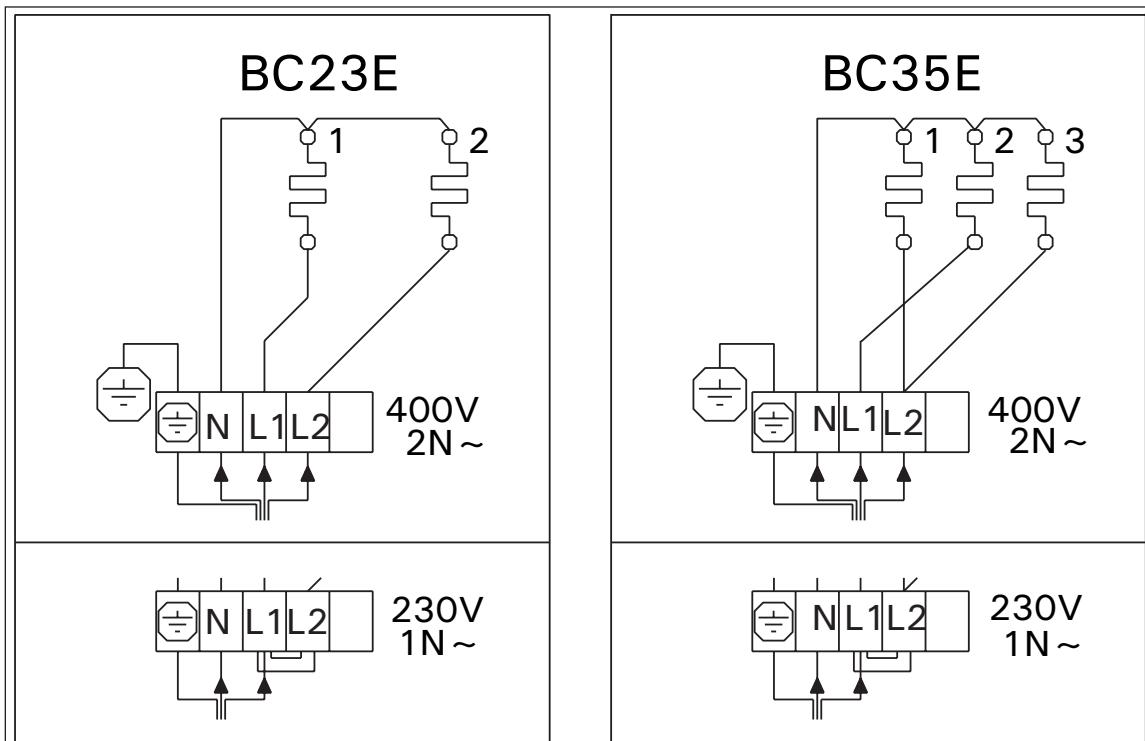
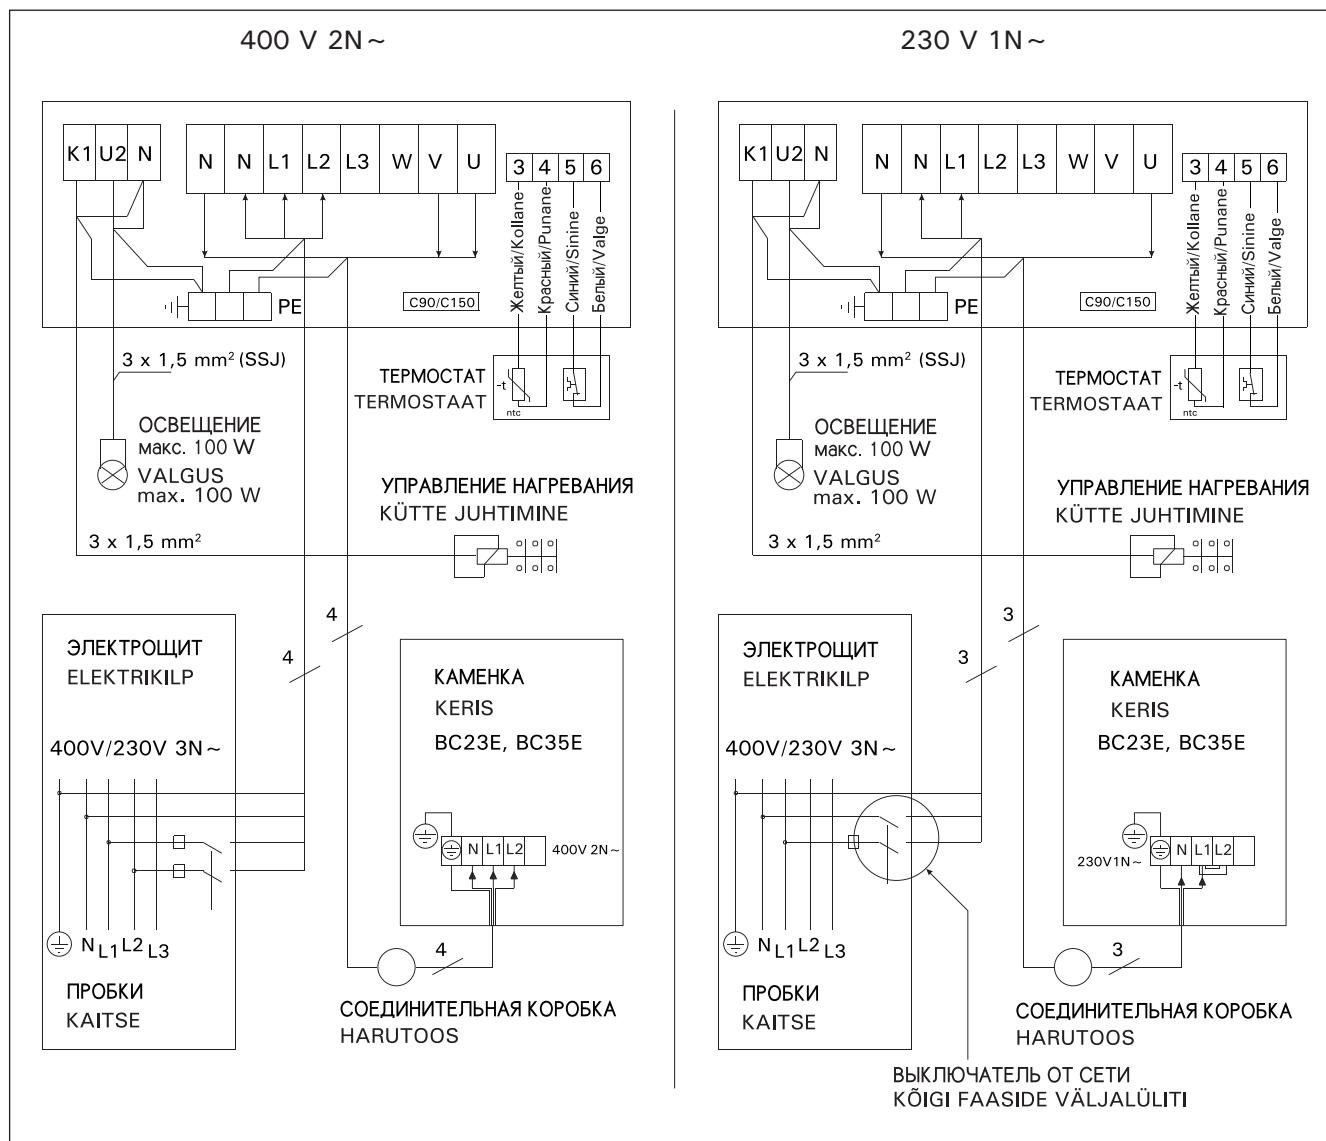

Рисунок 9. Электромонтаж каменки BCE
Рисунок 10. Электромонтаж пульта управления C90/C150 и каменки BCE
**Электрокаменки BC23E и BC35E работают 3-фазной сети переменного тока напряжением 400 В. Эти модели для российского рынка могут также быть модифицированы для использования 1-фазной сети переменного тока напряжением 230 В. См. таблицу 1, рис. 9 и рис. 10. Модели для остальных регионов могут быть подключены только в 3-фазную сеть.**